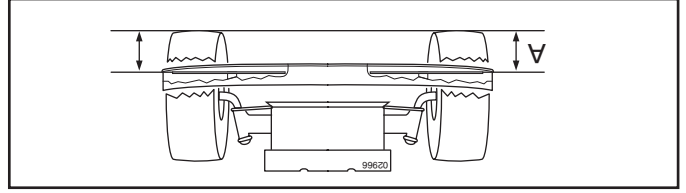

FIG. 21
- AJUSTEMENT LATÉRAL DE PRÉCISION** (Voir la Fig. 21) Assurez-vous que vos pneus sont adéquatement gonflés, puis stationnez le tracteur sur un terrain de niveau ou une entrée de cour.